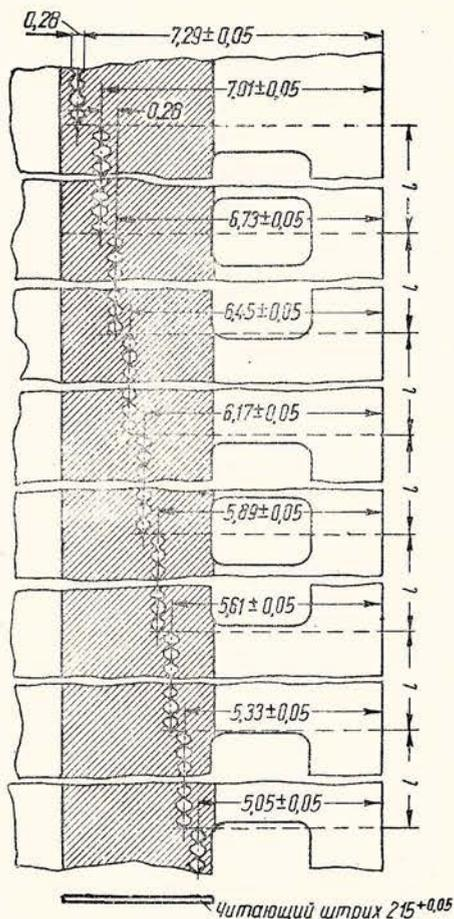

Рис. 13. Фонограмма со смещающейся дорожкой
3. Фонограмма со смещающейся дорожкой (рис. 13) служит для определения сте-